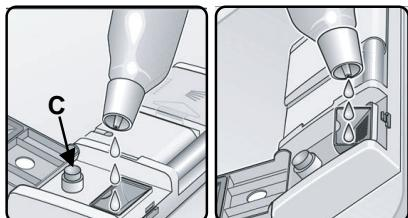

Figure 26/Illus. 26
3. With the dishwasher door half open, pull the filling trough upward, as shown in Figure 26B, until it snaps into position. Add liquid rinse aid to the dispenser, as shown in Figure 26B, until the level indicator (Figure 26, C) is dark.
2. Abra totalmente la puerta de la lavadora de platos para verter el agente de enjuague en forma líquida en el surtidor, tal como muestra la Ilustración 26 A hasta que el indicador del nivel se cambie al color oscuro. **O ...**
3. Abra a medias la puerta de la lavadora de platos, jale la boquilla de llenado hacia arriba, tal como muestra la Ilustración 26 B hasta que se encaje repentinamente. Vierta el agente de enjuague líquido en el surtidor, tal como muestra la Ilustración 26B hasta que el indicador del nivel (Ilustración 26C) se cambie al color oscuro.